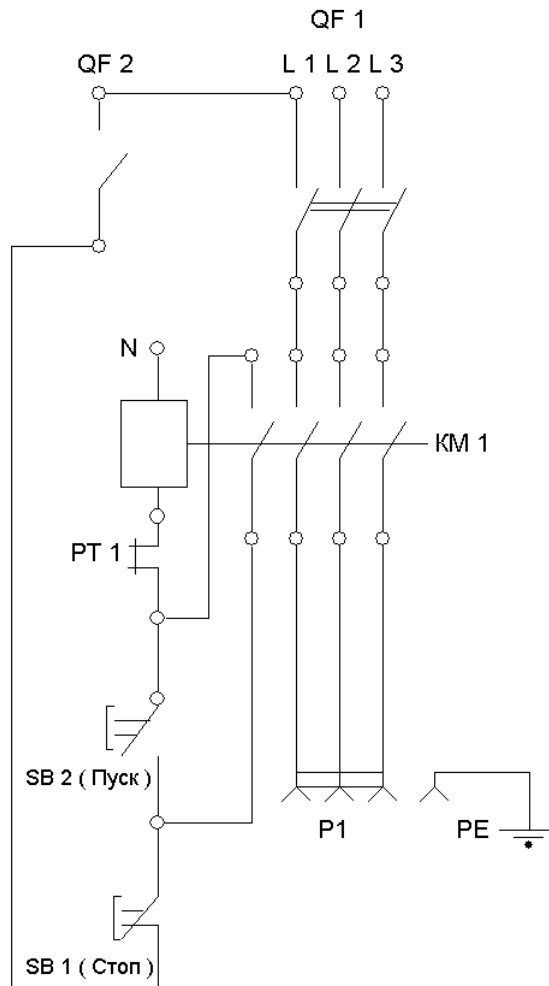

Рис.4 Принципиальная электрическая схема подключения изделия
- Подключить электродвигатель мотор-редуктора к трехфазной сети переменного тока частотой 50 Гц, напряжением 380 В с глухо заземленной нейтралью через устройство защитного отключения. Подключение изделия к электросети необходимо выполнять согласно схеме, представленной на рис. 4. Электротехнические комплектующие сборки шкафа управления подбираются исходя из мощности электродвигателя, которым комплектуется изделие. Использование любых альтернативных схем подключения, в том числе с применением преобразователя частоты электрического тока, допускается только после согласования с заводом-изготовителем;